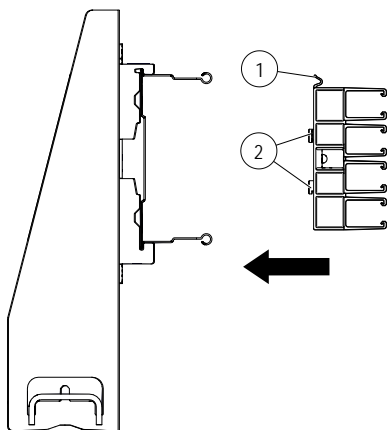
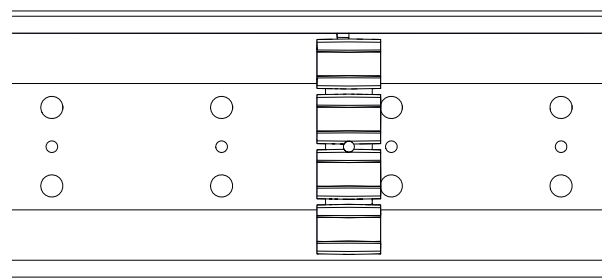

Abb. 20: Arretierungsklip (1) und Zapfen (2) des Schienenhalters 0812
Abb. 23: Schienenhalter 0812 in die ProShell-Tragprofilschiene 128 montieren
1. Den Arretierungsklip (1) in den oberen Rahmen der ProShell-Tragprofilschiene einhängen, sodass durch das Eindrehen des Schienenhalters die Zapfen (2) in die Bohrungen des ProShell-Tragprofils versenkt werden (siehe Abb. 20 bis Abb. 23).